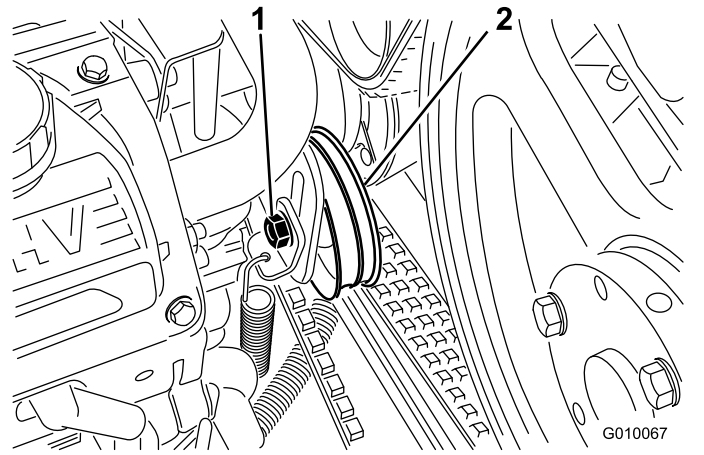

图 59
4. 松开泵皮带怠速螺栓，只要能在调节槽中移动即可（图 59）。